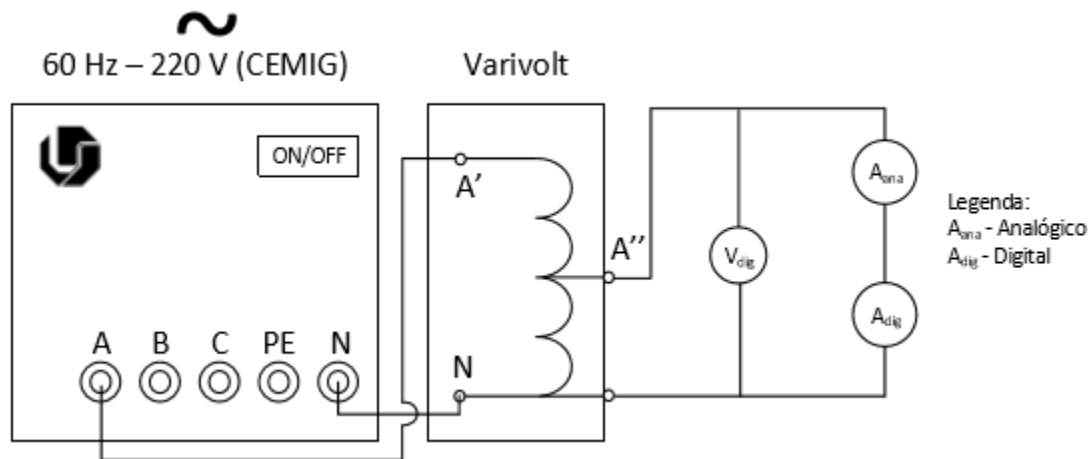

Figura 2: Montagem experimental - parte 2.
- Sabendo que esse regulador de tensão trifásico é do modelo TSGC2-6, com potência nominal de 6 KVA, tensão de entrada nominal de 380 V e tensão de saída variável entre 0 e 430 V, calcule a corrente nominal de saída (I_n) desse equipamento. Utilizando-se a Equação (1), determinou-se $I_n = \frac{P}{\sqrt{3}E_L} = \frac{6000}{\sqrt{3}430} = 8,0561A$.
- Complete a ligação conforme a Figura 2.